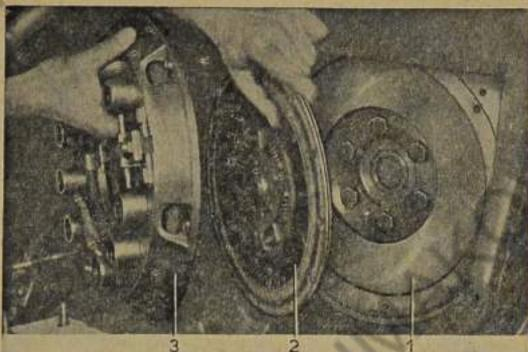

Bild 186: Kupplungsdeckel und -scheibe abnehmen
19. Kupplungsdeckel und -scheibe abnehmen (Bild 186).